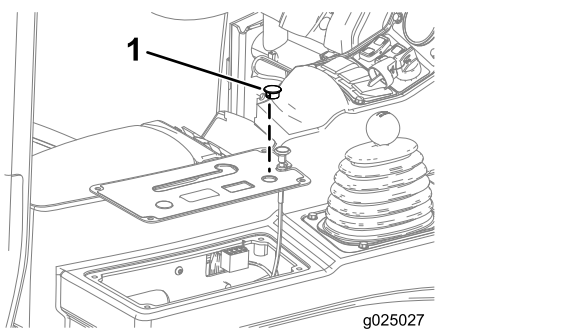

Figura 15
4. Retire a tampa redonda frontal da cobertura do painel de controlo (Figura 15).